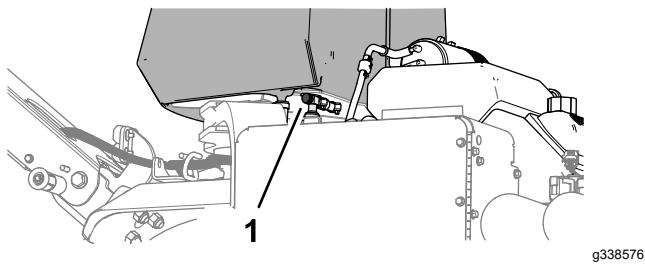

Figura 79
- Si va a transportar o a almacenar la máquina, cierre la válvula de cierre del combustible (Figura 79).